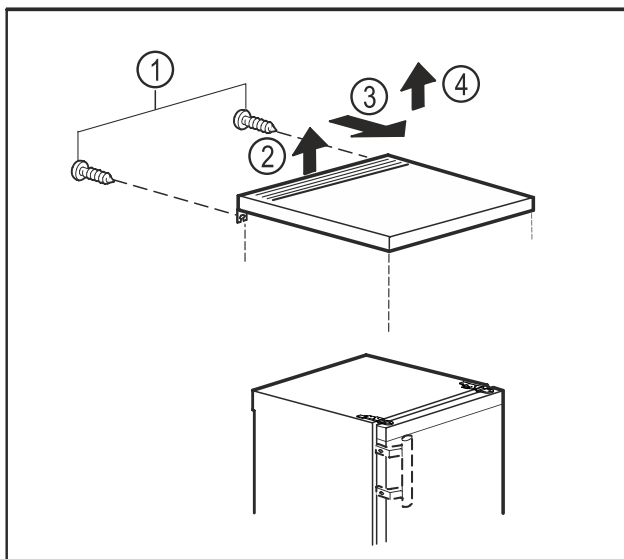

Fig. 6
- Odstraňte šrouby na zadní straně. Fig. 6 (1)
- Zvedněte stolovou desku vzadu. Fig. 6 (2)
- Stolovou desku posuňte dopředu. Fig. 6 (3)
- Stolovou desku zvedněte nahoru. Fig. 6 (4)